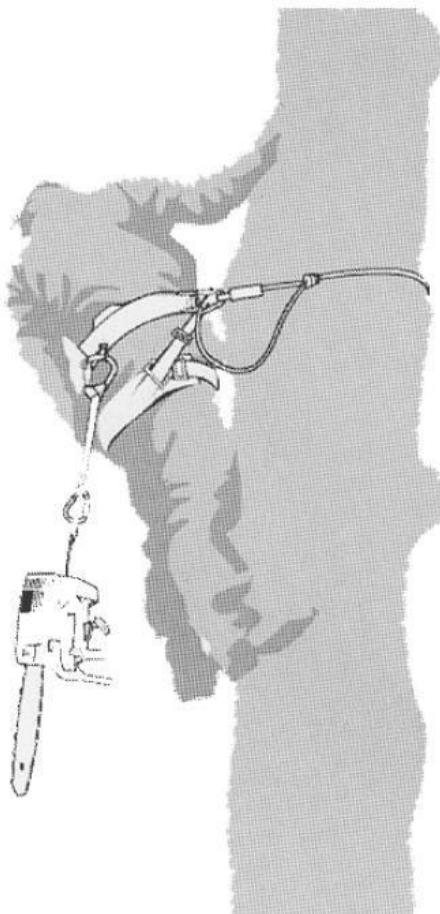

Bild A.2 — Beispiel für die Befestigung einer Kettensäge für die Baumpflege am zentrierten hinteren Mittelpunkt des Tragegurts
A motosserra só deve ser fixada ao arnês utilizando os dispositivos de suspensão recomendados (18). Estes podem estar situados no centro (à frente ou atrás) ou nos lados. Sempre que possível, a motosserra deve ser fixada na parte central traseira do arnês para a manter afastada das cordas de escalada e para suportar o peso centralmente sob a coluna vertebral do utilizador. **Ver Figura A.2.**